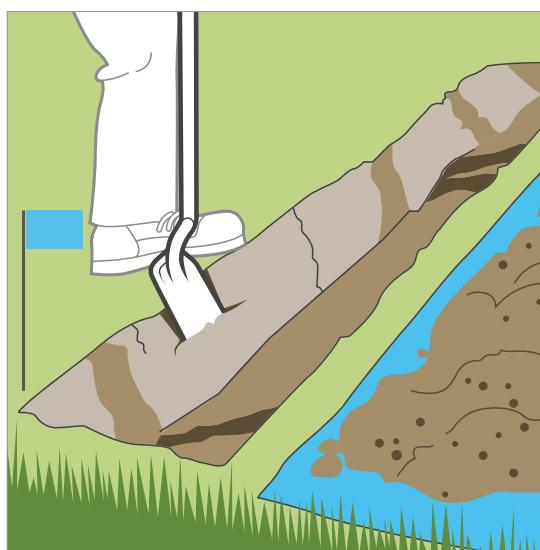

Figura 2
4. Zanjas: Consulte la normativa local. Si no existe una normativa local para la profundidad de la tubería principal de aspersores, cave una zanja de 25 a 30 cm de profundidad. La zanja será de 15 a 20 cm para las tuberías laterales. Las zanjas se pueden cavar a mano o con una zanjadora, que se puede conseguir en la mayoría de los comercios de alquiler de maquinaria Figura 2.